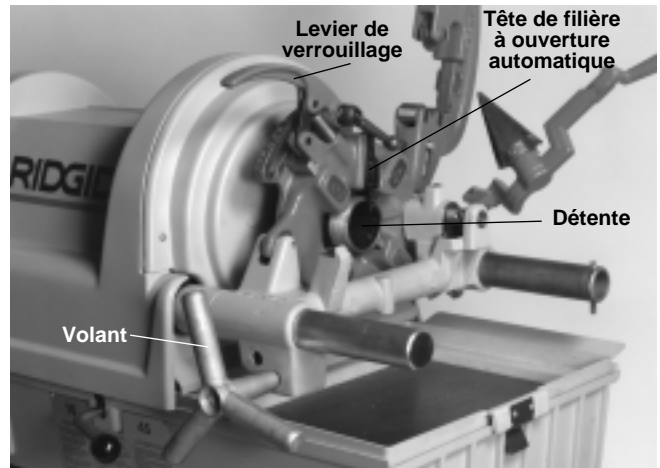

Figure 10 – Filetage des tuyaux à l'aide de la tête de filière n° 815A
5. Tournez le volant du chariot afin d'amener les filières contre l'extrémité du tuyau. Une légère pression du volant sera suffisante pour entamer le tuyau. (Figure 10)
La tête de filière à ouverture automatique n° 815A (Figure 10) pour filetage à droite utilise quatre jeux de filières pour le filetage des tuyaux  $\varnothing \frac{1}{8}$  à 2". Un jeu de filières est nécessaire pour chacune des plages de section suivantes : ( $\frac{1}{8}$ "), ( $\frac{1}{4}$ " et  $\frac{3}{8}$ "), ( $\frac{1}{2}$ " et  $\frac{3}{4}$ "), et (1" à 2"). Le filetage des boulons nécessite des jeux de filières spécifiques pour chaque section et type de boulon.